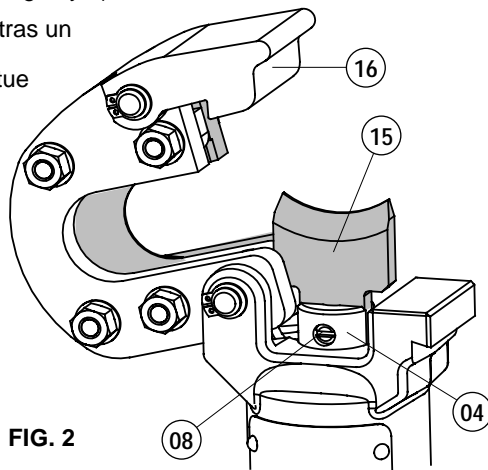

FIG. 2
4. CAMBIO DE LAS CUCHILLAS (Ref. a Fig. 2 y 3)